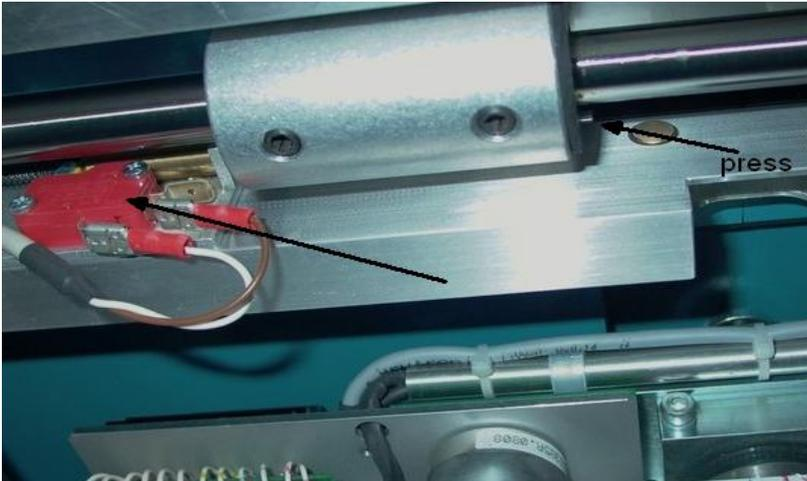
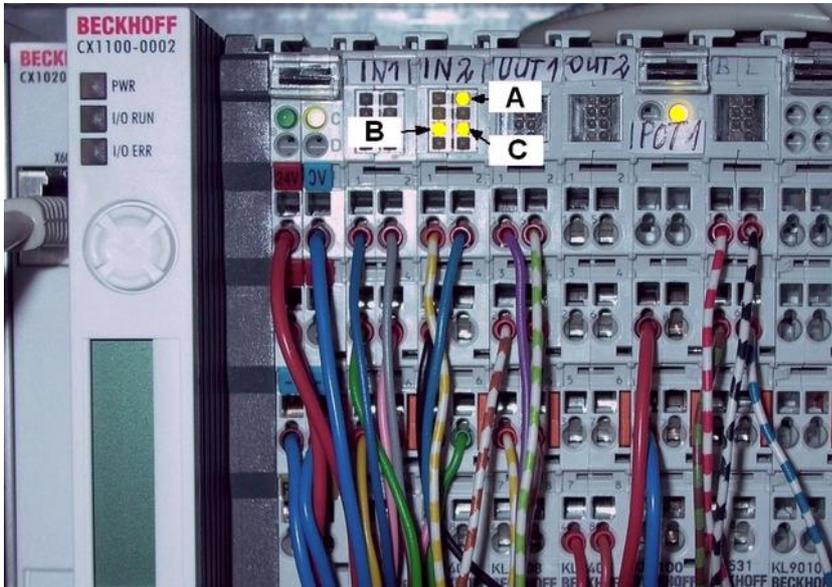

Abb. 67: Endschalter links
Abb. 69: Sensor LEDs mit Klemmen
Der Mikroschalter für die Randbegrenzung links befindet sich auf der linken Seite unter dem Prägetisch. (Siehe Abb. 67) Zum Prüfen der Schaltfunktion schließen Sie die Schutzhaube (Siehe Abb. 38) und drücken Sie auf das Ende der Führungsstange. Die linke untere LED „B“ (Siehe Abb. 69) muß nun aufhören zu leuchten.
Der Mikroschalter für die Randbegrenzung rechts befindet sich auf der rechten Seite unter dem Prägetisch. (Siehe Abb. 68) Zum Prüfen der Schaltfunktion schließen Sie die Schutzhaube (Siehe Abb. 38) und ziehen Sie am Ende der Führungsstange. Die rechte untere LED „C“ (Siehe Abb. 69) muss nun aufhören zu leuchten.
Beim Öffnen der Schutzhaube, (Siehe Abb. 38) müssen die beiden unteren LED's „B“ und „C“ aufhören zu leuchten (Siehe Abb. 69). Wenn Sie die Schutzhaube schließen, müssen beide LED's wieder leuchten.
Nach dem Betätigen der Not-Aus Taste (Siehe Abb. 12 (B)) muß die obere LED A aufhören zu leuchten. (Siehe Abb. 69)